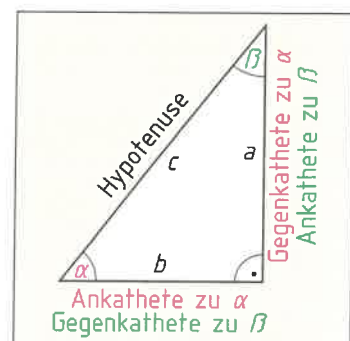

Bild 4: Seiten und Winkel im rechtwinkligen Dreieck
4. Geben Sie für den Winkel  $\alpha$  im rechtwinkligen Dreieck (**Bild 4**) die Seitenverhältnisse für die Winkelfunktionen  $\cos \alpha$ ,  $\tan \alpha$  und  $\cot \alpha$  in der Tabelle an.